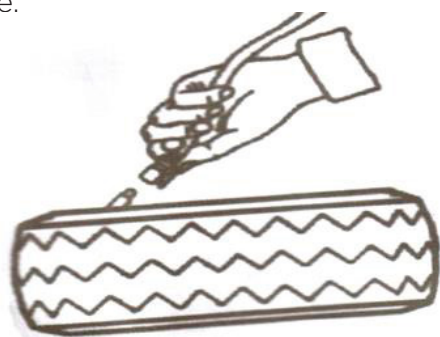

FIG 36
- Connectez le tuyau de gonflage avec le noyau d'air du pneu. (**FIG36**)